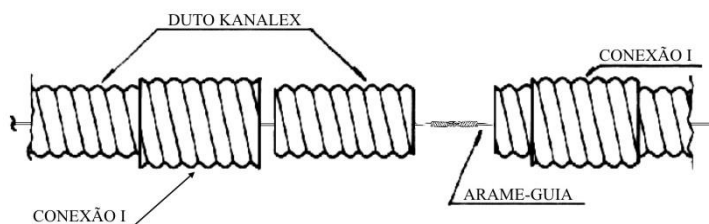

Figura 39
- Roscar dos conexiones I (Figura 39)